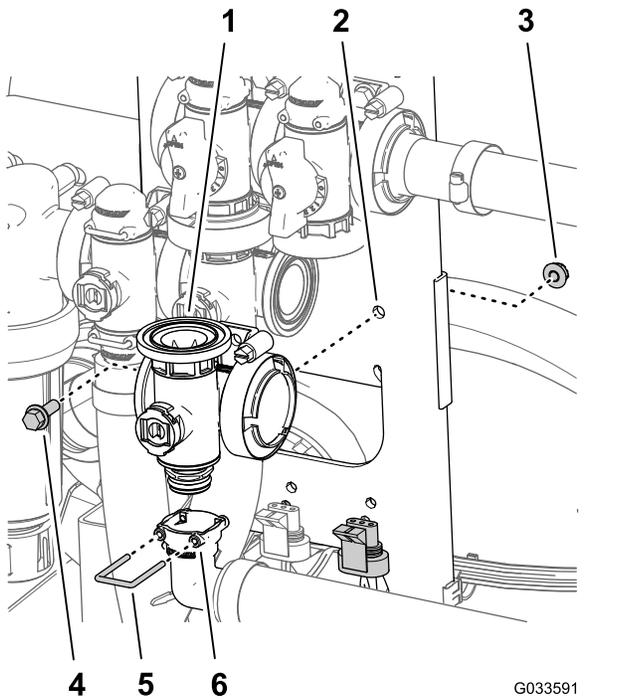

Bild 130
5. Fluchten Sie die Buchse des 90°-Auslaufanschlusstückes unten am Verteiler für das Hauptauslegerventil mit dem Kupplungsanschlusstück aus (Bild 130).
6. Stecken Sie einen Halter in die Buchse des Auslaufanschlusstückes, um das Kupplungsanschlusstück des Auslaufanschlusstückes zu befestigen (Bild 130).